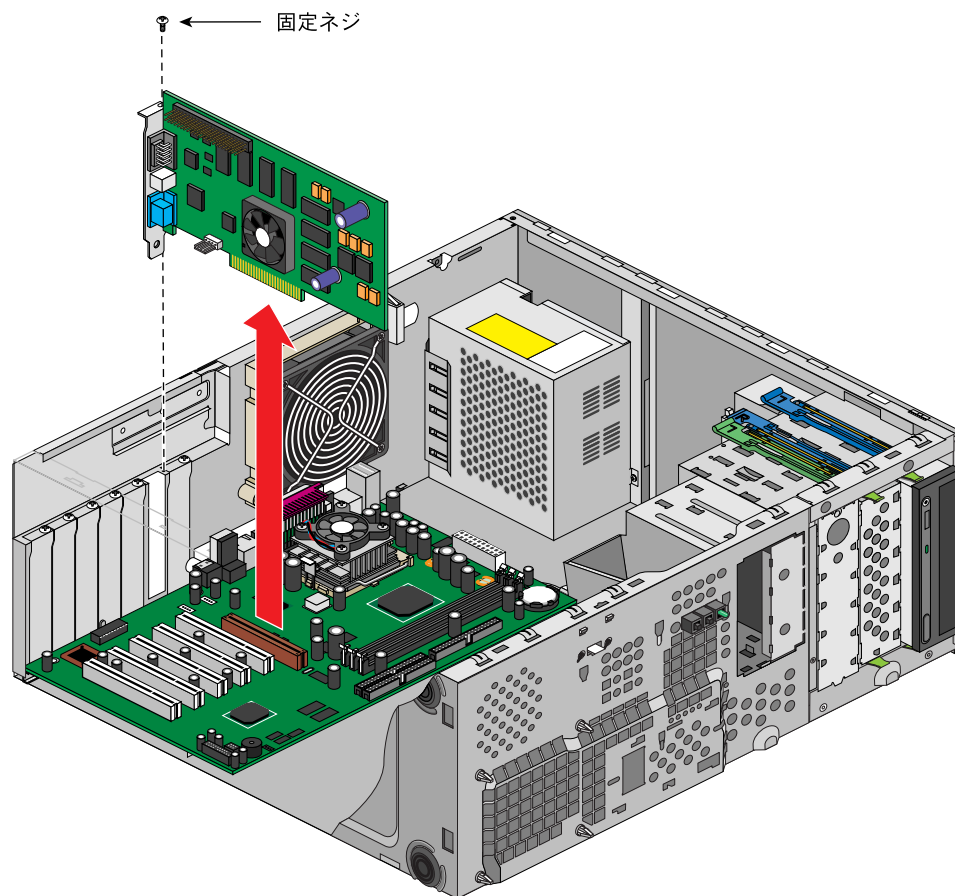

図2-18 拡張カードの取り外し
2. 図 2-18 に示すように、その拡張カード用の固定ネジを取り外します。